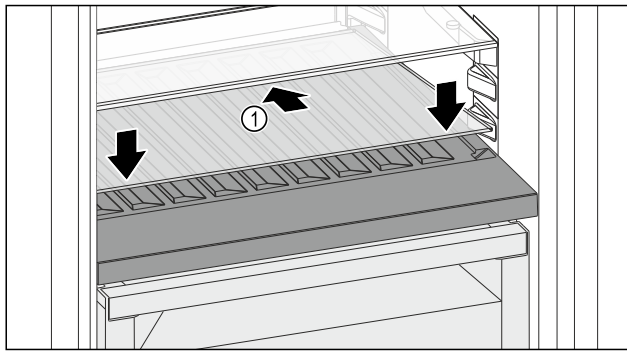

Fig. 115
- ▶ Stekleno ploščo Fig. 115 (1) namestite postrani, nagnjeno spodaj nazaj.
- ▶ Stekleno ploščo Fig. 115 (1) spustite spredaj.